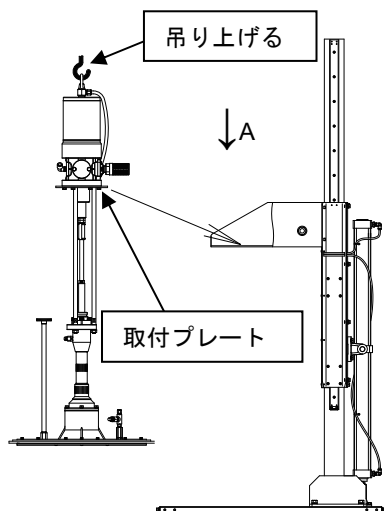
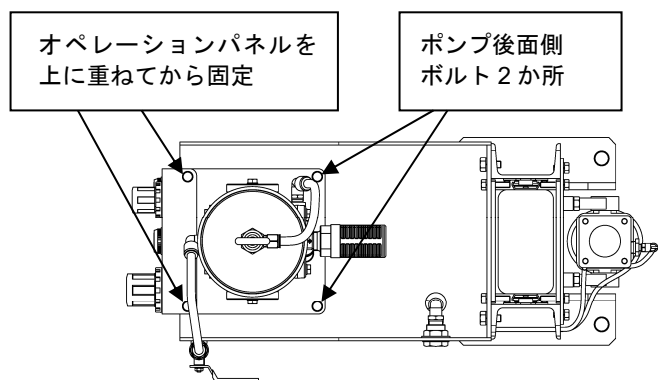

Fig.6 リフトへのポンプ取り付け
Fig.7 左記 Fig.6 の A 矢視図
ポンプ上部のアイナットを利用してポンプ（インダクタープレートも一緒に）を吊り上げて、リフトのポンプブラケットにポンプの取付プレート部を乗せてください。取付プレートの穴とポンプブラケットのネジ穴を合わせて、ポンプ後面側の 2 か所のみボルト（波形バネ座金使用）で仮り締めしてください。(Fig.6、Fig.7)
③オペレーションパネルの取り付け
取り外していたオペレーションパネルを、②の取付プレートのポンプ正面側の 2 か所の穴に合わせて、ボルト（波形バネ座金使用）で固定し、仮り締めしていたポンプ後面側のボルトも本締めしてください。(Fig.7)
④オペレーションパネルから外していた各チューブを、配管系統図（5. 部品分解図・パーツリスト「■804822 オペレーションパネル組立」）を参考に元の場所にそれぞれ接続してください。注意しながら各スイッチの制御内容通りにリフトが作動するかどうかの確認をしてください。